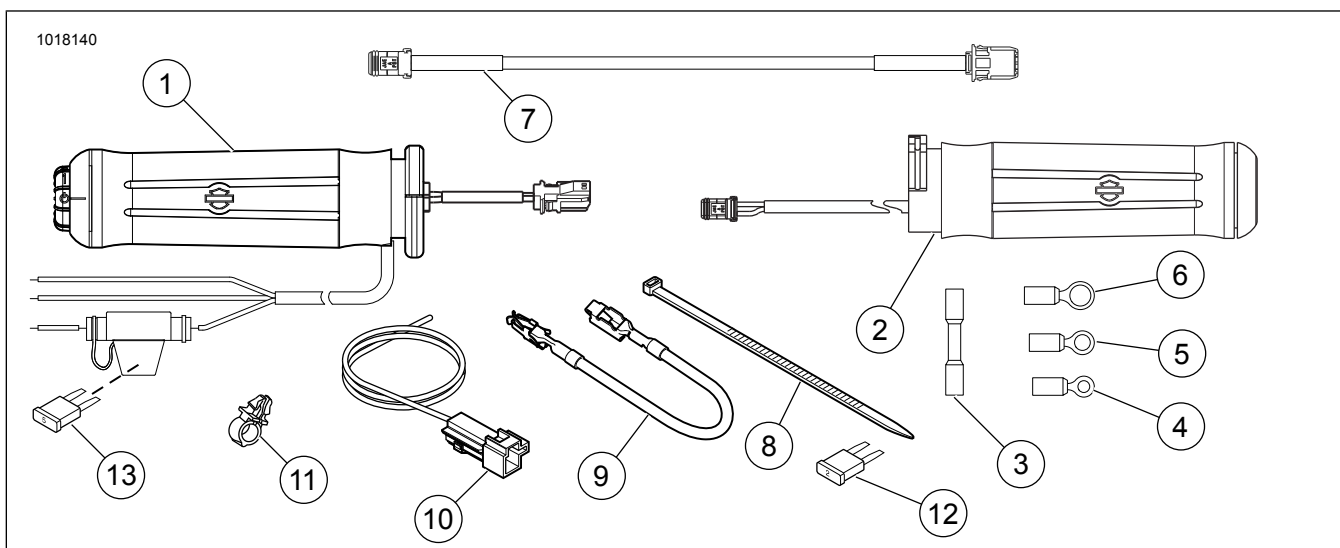

Figura 22. Componente de service, kituri de mâner încălzit
3. Consultați Figura 22. Selectați conectorul rotund inel papuc corect (4, 5 sau 6) din kit care să se potrivească cu tija bornei argintii (cu fir roșu) de pe întrerupătorul de circuit.
1. Consultați Figura 22. Selectați conectorul rotund inel papuc corect (4, 5 sau 6) din kit care să se potrivească cu tija bornei argintii (cu fir roșu) de pe întrerupătorul de circuit.
2. Consultați Figura 22. Selectați conectorul rotund inel papuc corect (4, 5 sau 6) din kit care să se potrivească cu tija bornei argintii (cu fir roșu) de pe întrerupătorul de circuit.
2. Consultați Figura 22. Cuplați cablajul adaptorului (10) din kit în conectorul B+.
Consultați Figura 22 și Tabelul 1.